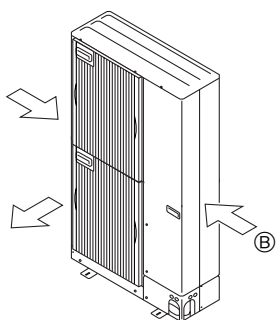

Fig. 2-16
② По возможности разместите прибор так, чтобы воздух из выходного отверстия выдувался в направлении, перпендикулярном к сезонному направлению ветра. (Fig. 2-16)